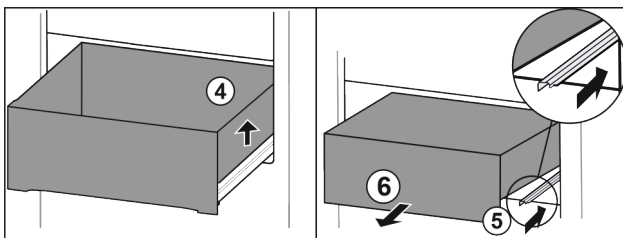

Fig. 78
- ▶ Levante el cajón por la derecha. Fig. 78 (4)
- ▶ Retraiga la guía derecha. Fig. 78 (5)
- ▶ Extraiga el cajón hacia delante. Fig. 78 (6)